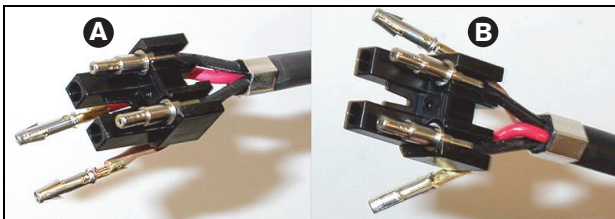

abbildung 30.32: Montage von Block und hinterem Gehäuse
- 27 Setzen Sie die Hülsen in den Montageblock ein (siehe abbildung 30.32).